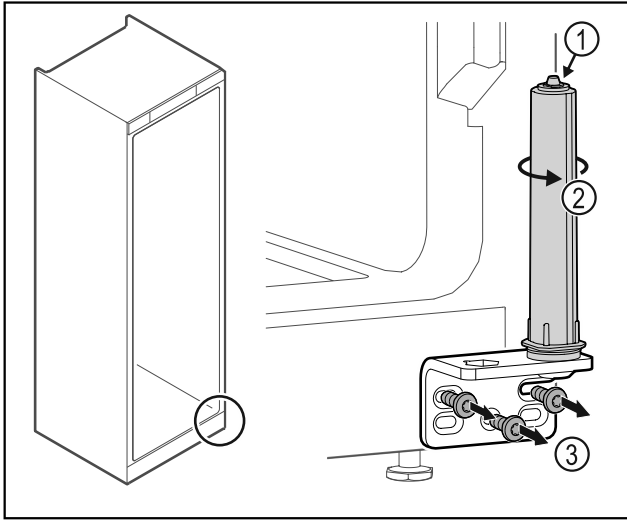

Fig. 31
► Älä pura oven sulkuyksikköä Fig. 31 (1).
- Kierrä sulkuyksikköä Fig. 31 (2), kunnes se naksauttaa.
- Irrota saranakulma Fig. 31 (3).